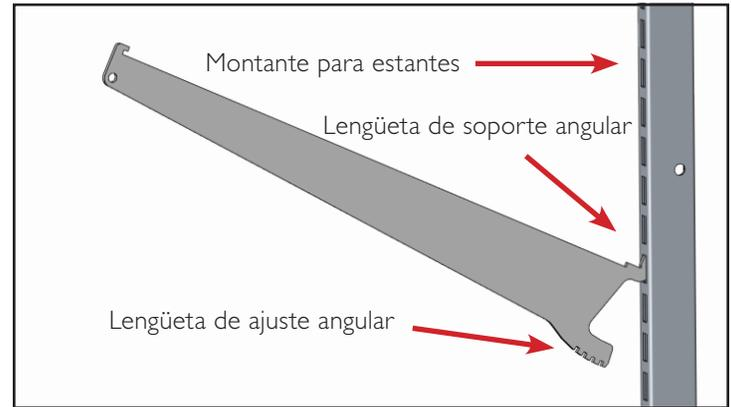

Fig. 3. Instale los soportes de los estantes.
- a. Posicione el soporte frente al montante para estantes. Levante la parte frontal del soporte en un ángulo de 45° para permitir que la lengüeta del soporte se deslice dentro de la ranura en el montante para estantes. Consulte la fig. 3.